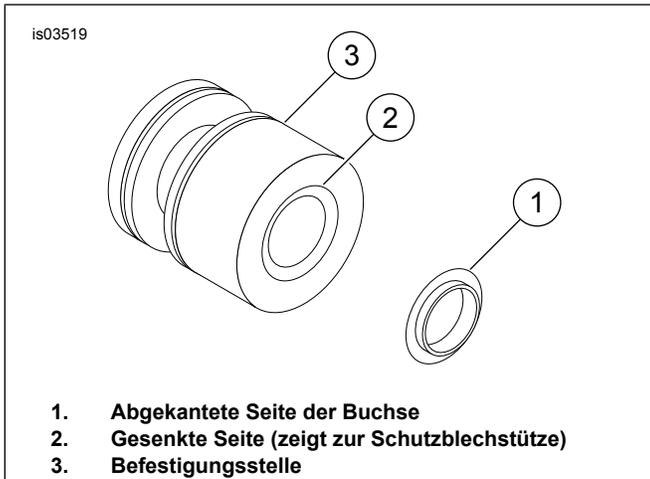
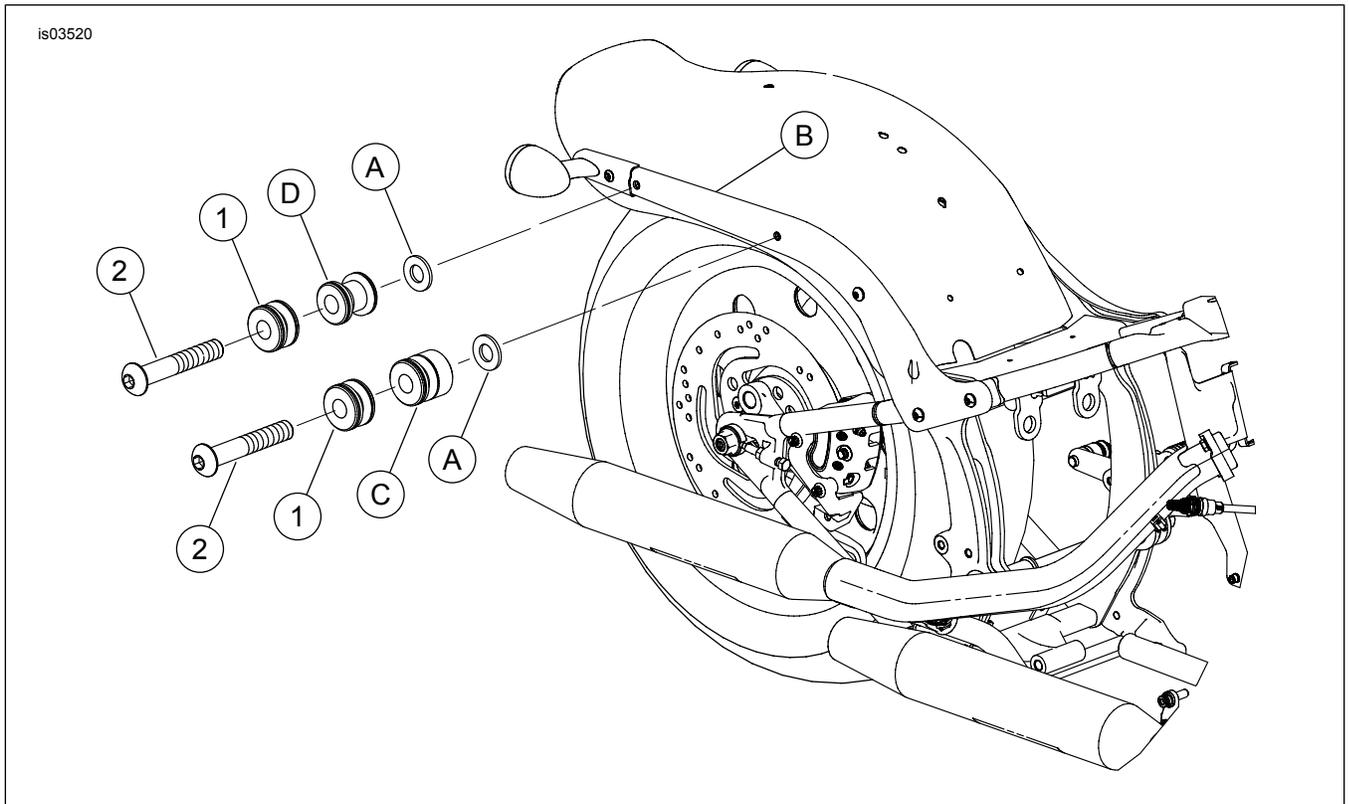

Abbildung 3. Befestigungsstelle und Buchse
Abbildung 4. Ersatzteile: Softtail abnehmbare Satteltaschen-Teilesatz für Befestigungsstellen
Siehe Abbildung 4 und Tabelle 1.
3. Siehe Abbildung 4. Je eine Buchse (A) in die Bohrungen der Schutzblechstütze (B) einfügen. Die abgekannte Seite der Buchsen (Abbildung 3, Teil 1) zeigt zur Außenseite des Schutzbleches.
4. Die vorderen und hinteren Befestigungsstellen (C, D) einbauen. Die gesenkte Seite jeder Befestigungsstelle muss mit der Buchse (Abbildung 3, Teil 2) einrasten.